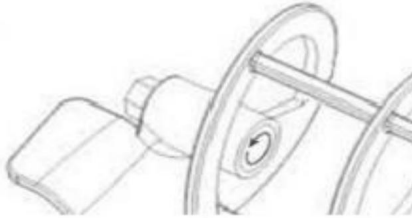

Fig. 13
Efter att packningen (A) har installerats, bestryk insidan av packningen (A) med det medföljande fettets. se Fig.13